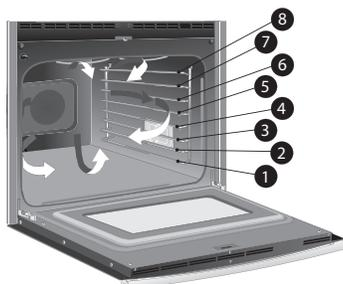
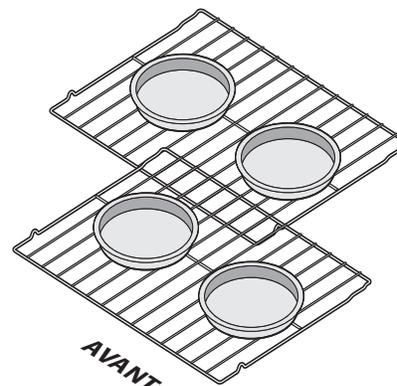

Figure 15 : Positionnement des grilles et circulation du flux de convection
Figure 16 : Écart suggéré entre les moules à gâteau
La cuisson par convection utilise un ventilateur pour faire circuler la chaleur uniformément dans le four (Figure 15). Cette façon améliorée de répartir la chaleur permet des résultats de cuisson et de brunissement uniformes.
- Pour cuire des gâteaux étagés sur deux grilles, utiliser la grille coulissante en 5e position (6e pour une grille plate) et 1re position (2e position pour une grille plate) (Figure 15) et disposer les moules comme indiqué à la Figure 16.